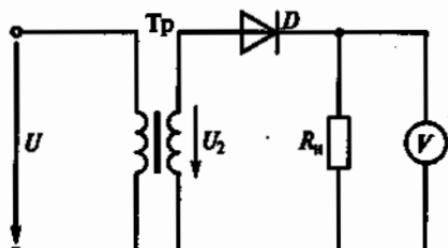

Рис. 194
8.1. Какое напряжение U_0 покажет вольтметр магнитоэлектрической системы на рис. 194, если $U_{2\max} = 282$ В?